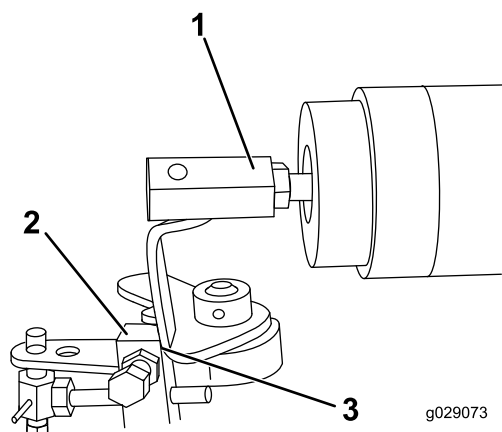

Bild 15
7. Drücken Sie den Tauchanker mit der Hand so weit vom Kraftstoffverteiler weg, bis er maximal vom Gehäuse entfernt ist (Bild 15).
10. Bei elektrisch ausgezogenem Tauchanker schieben Sie das Motorstoppmagnet Richtung Kraftstoffverteiler bis der Motorstopphebel auf dem Anschlag des Kraftstoffverteilergehäuses aufliegt (Bild 15).